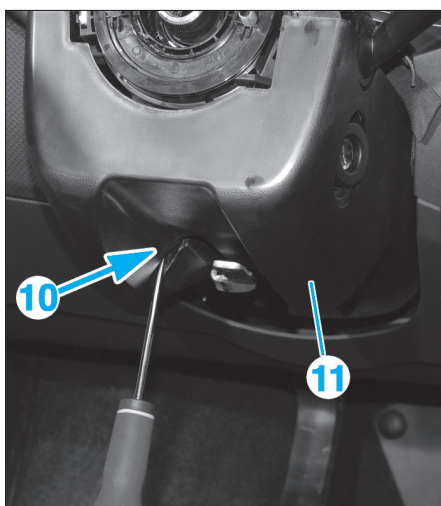

Fig. 34
- Déposer la vis (10) puis la garniture inférieure (11) (Fig.34).